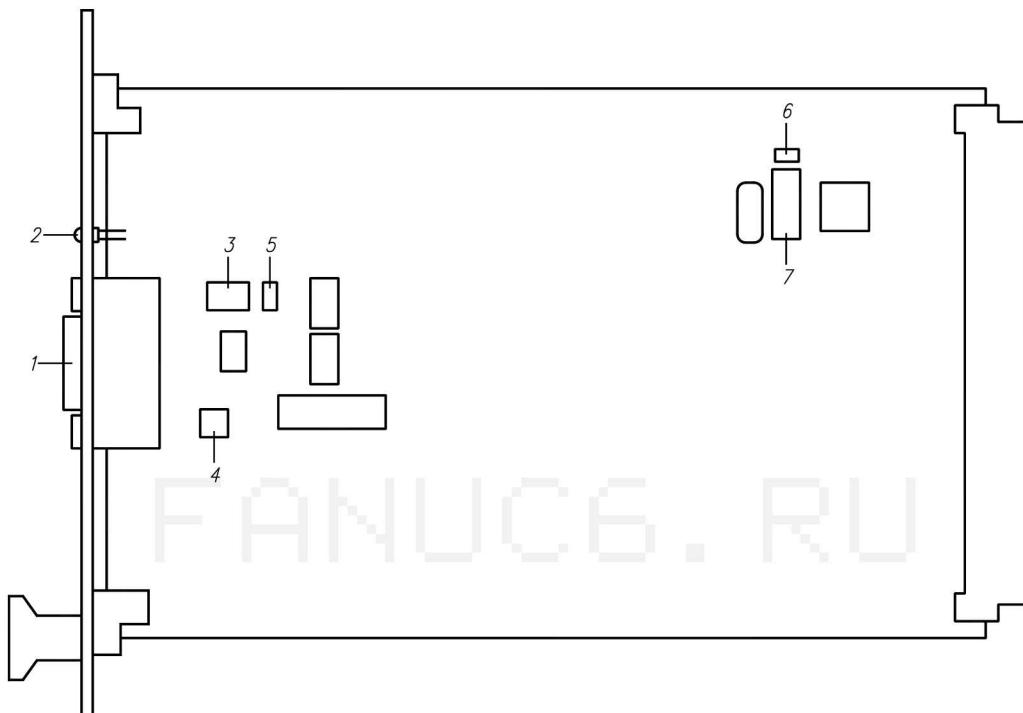

Рис. 1
7.1. Выбор интерфейса осуществляется установкой перемычек 3 (рис.1):
7.2. Подключение внутренних согласующих резисторов (терминаторов) производится установкой перемычек 4 (рис.1):
7.3. При работе на скоростях менее 250 kbps для улучшения согласования и увеличения возможной длины кабеля рекомендуется ограничить скорость нарастания выходного сигнала, установив перемычку 5 (рис.1).